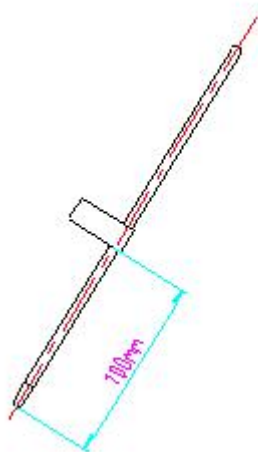

图 3
2. 把温度计用胶布粘好，按照图 3 规定使其高出一个台阶能将温度计定位并卡在插孔上。